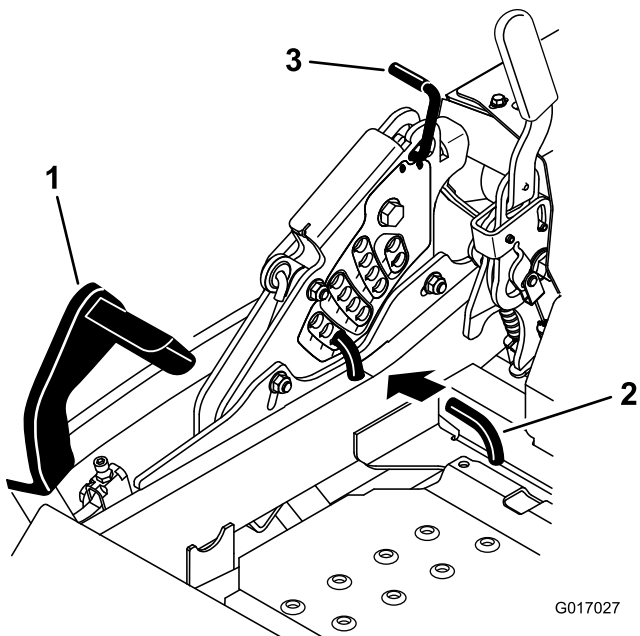

Figura 89
5. Premete completamente in avanti il pedale di sollevamento del piatto di taglio e quest'ultimo si bloccherà in posizione di trasporto a 14 cm (Figura 89).